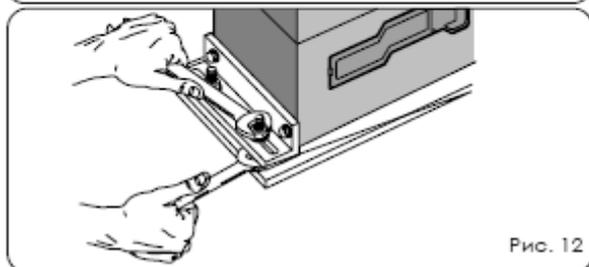

Рис. 12
5. Закрепите привод на основании, притянув гайками, как показано на рис.12.